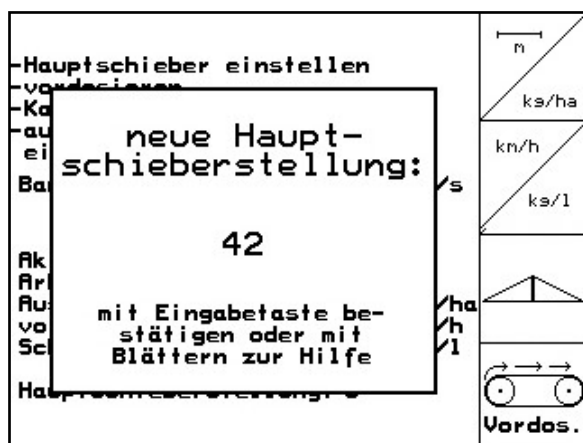

Fig. 27
- Aparece o valor de definição para a nova posição da correção principal (Fig. 27).